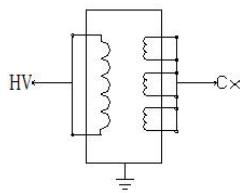

图 6-5 CT 接法
(1) : 正接法、电压为 10KV、一次侧对二次侧、接线见图 6-5